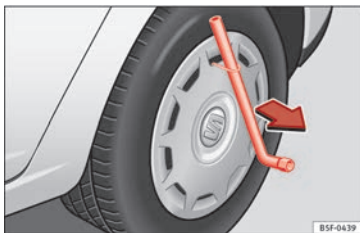

Abb. 64 Radvollblende abziehen.
- Radschlüssel durch den Drahtbügel schieben » » Abb. 64 und die Radvollblende in Pfeilrichtung abziehen.